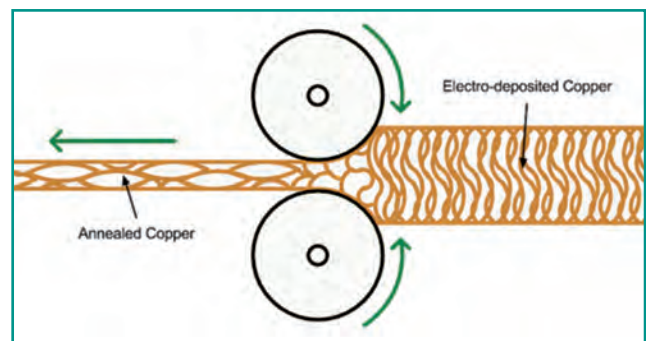

Fig. 2 – Esempio di processo di ricottura del rame
Lo spessore del rame e i metodi di produzione dei fogli di rame sono altri fattori da prendere in considerazione. I tradizionali fogli di rame elettrodepositi (ED) sono più spessi e predisposti alle rotture a fatica nei circuiti flessibili. Anche se si propongono come un piano di massa adeguato, inevitabilmente riducono la durata. Il rame sottoposto al procedimento di ricottura (annealed copper), garantisce una maggior durata rispetto al rame standard ma è più costoso (Fig. 2). Un'opzione di questo tipo può essere presa in considerazione nel caso sia richiesta un'integrità del segnale particolarmente elevata.